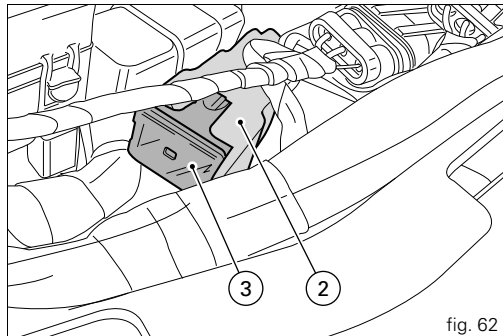

fig. 62
Le fusible de 30 A (2), situé à droite de la batterie (fig. 62), protège le régulateur électronique.